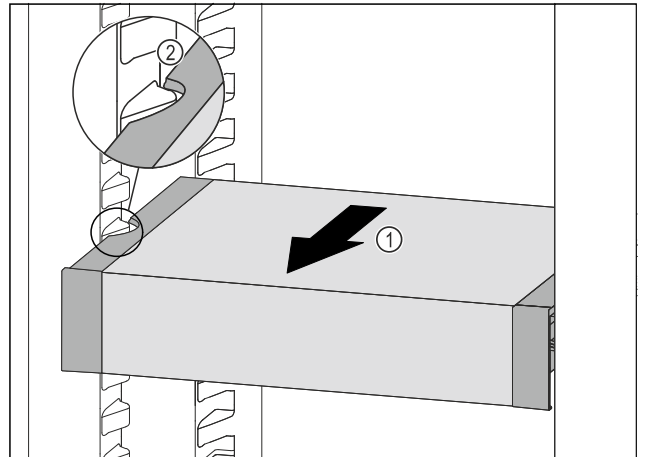

Fig. 66
- ▶ VarioSafe nach vorne ziehen Fig. 66 (1), bis sich die seitlichen Aussparungen des VarioSafes auf Höhe der Behälterrippe im Kühlteil befinden. Fig. 66 (2)